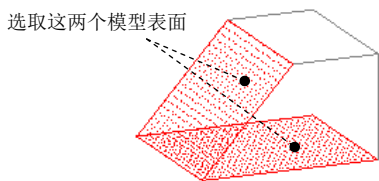

图 8.7.5 选取两个模型表面
(4) 在系统  **选择两曲面为相交边界.** 的提示下，按住 Ctrl 键，选取图 8.7.5 中的两个模型表面为将投影到的曲面。
(5) 单击 **预览** 按钮，预览所创建的混合特征，然后单击 **确定** 按钮。